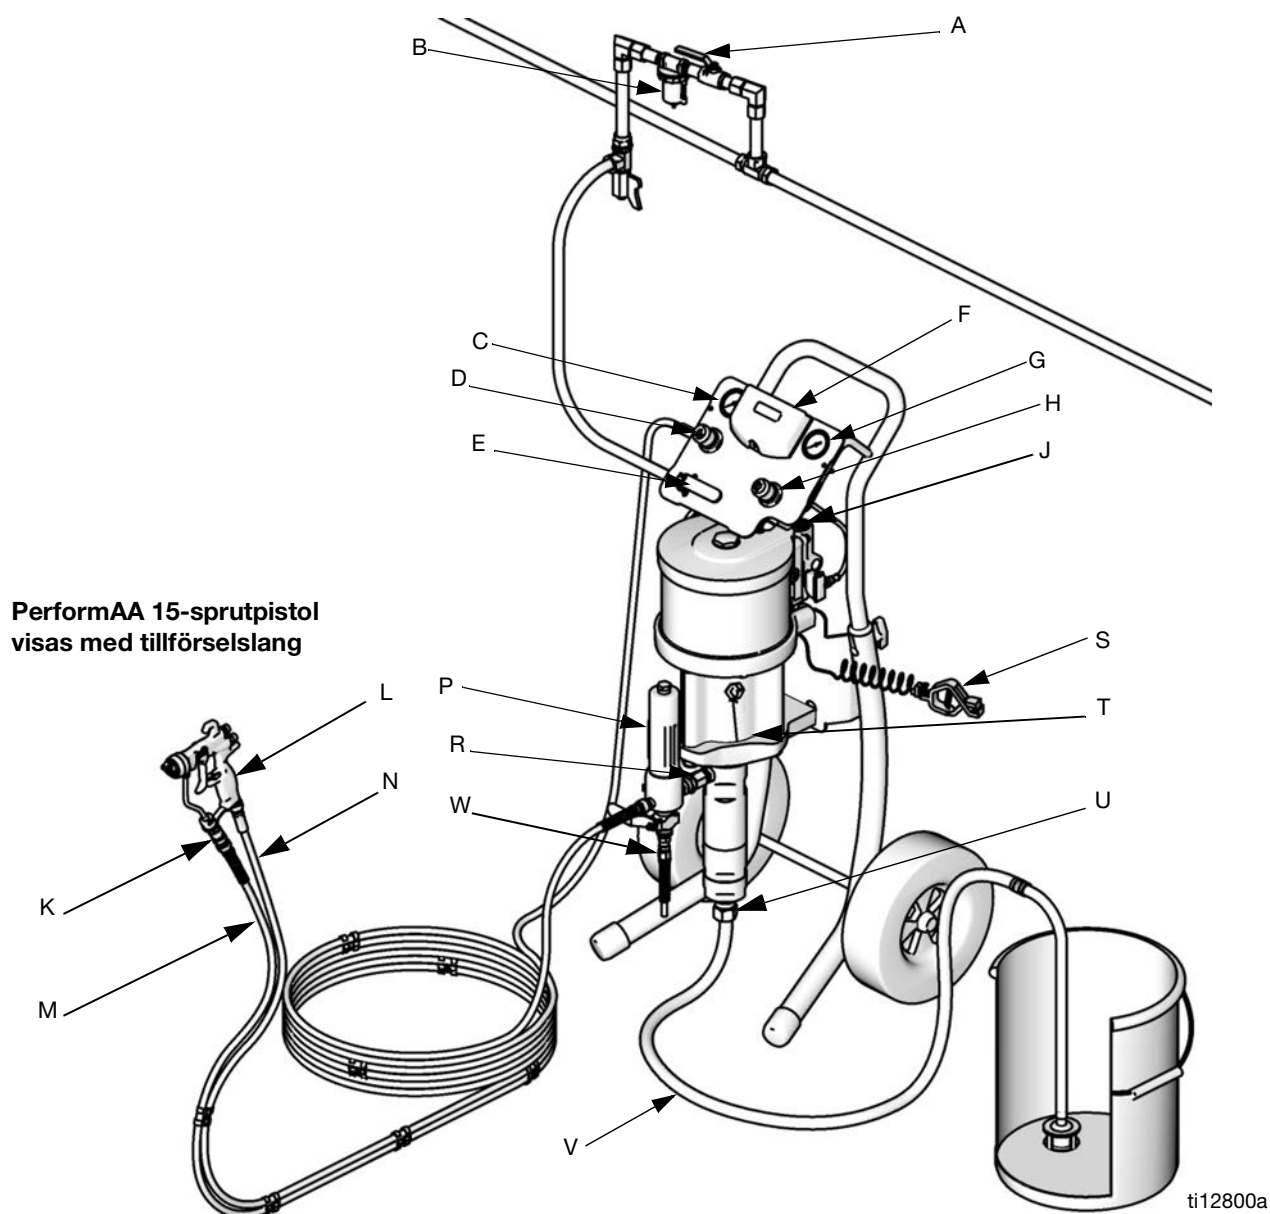

FIG. 1. Typisk installation (ditt paket innehåller inte nödvändigtvis alla föremål som visas.)
FIG. 1 är enbart en vägledning vid val och installation av systemkomponenter och tillbehör. Kontakta en Graco-distributör om du behöver hjälp med att konstruera ett system som är anpassat efter just dina behov.
Se FIG. 1. Komponenterna varierar beroende på vilket paket som beställs. Se tabellerna på sidorna 7 till 16. Ditt sprutsystem kan inkludera:
Montera följande tillbehör på plats enligt ordningen i FIG. 1 och använd adaptrar där så krävs.
1. Se FIG. 1. Fäst änden på den blå vätskeslangen (M) till pumptaget (R) eller filteruttaget (P).
2. Anslut en av tryckluftslangens (N) ändar till pistolens tryckluftregulator (D).
3. Anslut den andra änden på luftslangen (N) till luftintaget på pistolen (L).
4. Anslut pistolsviveln till vätskeintaget (K) på pistolen.
5. Fäst den andra änden av den blå vätskeslangen (M) till pistolen svivel (K).
2. Se FIG. 1. Stäng av huvudluftventilen av avluftningstyp (D).
1. Se FIG. 1. Spärra pistolens avtryckare. Ta bort munstycksskyddet och munstycket från pistolen (L). Se pistolhandboken.
2. Stäng pistolens tryckluftsregulator (D) och pumpens tryckluftsregulator (H) genom att vrida rattarna motsols och minska trycket till noll. Stäng den avluftande luftventilen (E). Kontrollera även att alla dräneringsventiler är stängda.
3. Anslut luftledningen till den avluftande luftkranen (D).
6. Håll pistolens metalldel (L) stadigt mot kanten av ett jordat metallkärl, öppna avtryckaren och låt den vara öppen.
8. Öppna den avluftande kranen (E). Vrid sakta pumpluftregulatorn (H) medurs, så att trycket ökar tills pumpen startar.